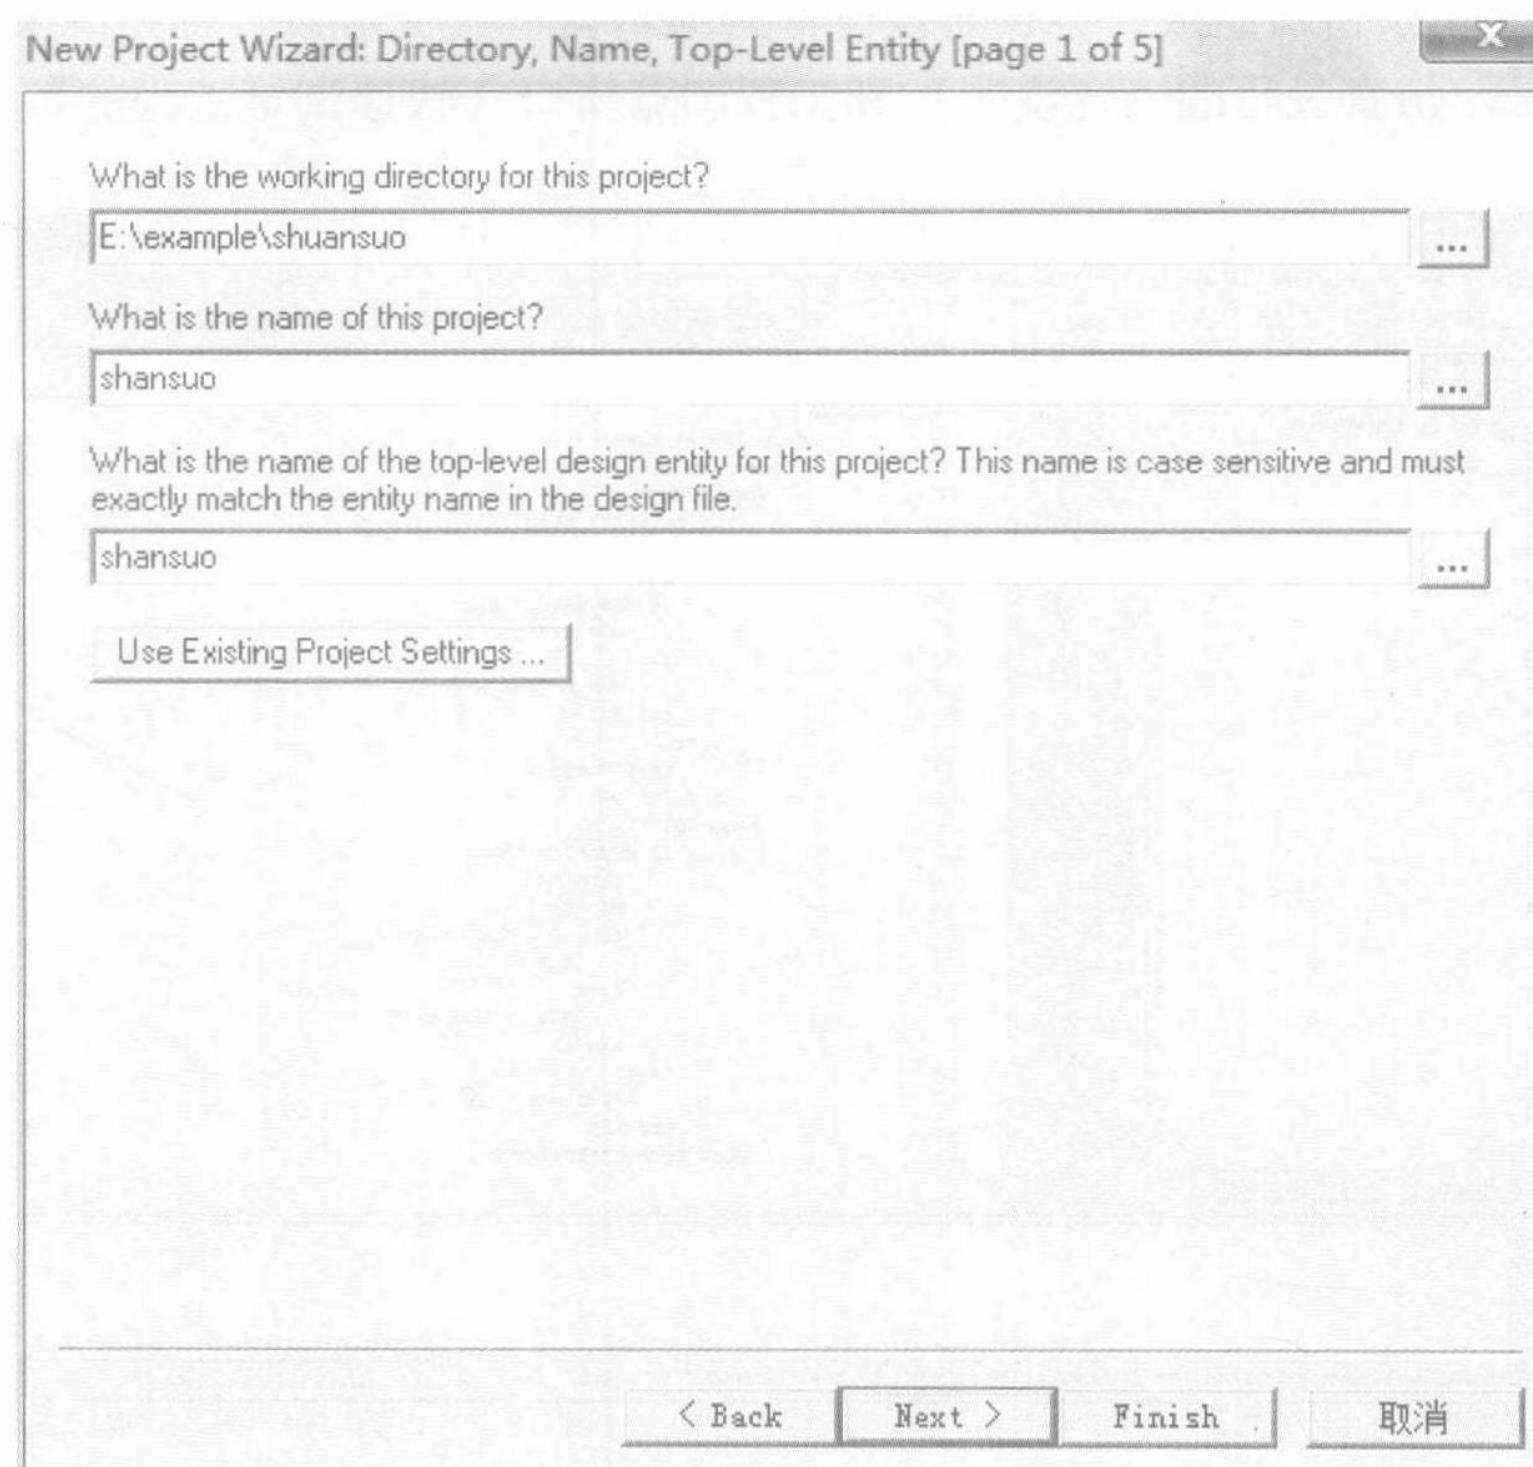

图 1.17 设置工程文件存放路径、工程文件名及顶层文件名
(2) 在弹出的如图 1.17 所示的对话框中指定设计工程的文件存放目录、工程名以及最顶层的设计实体名。